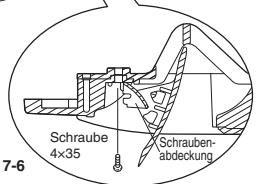

Abb. 7-6
- (7) Die mitgelieferten Schrauben an den mittleren Verkleidungs-Befestigungspunkten (2 Stellen, vorne und hinten) eindrehen und festziehen. Wie in Abb. 7-6 dargestellt, die Schraubenabdeckung in der Mitte der Auslassöffnung öffnen, die Schraube eindrehen und festziehen, und die Abdeckung dann wieder schließen.